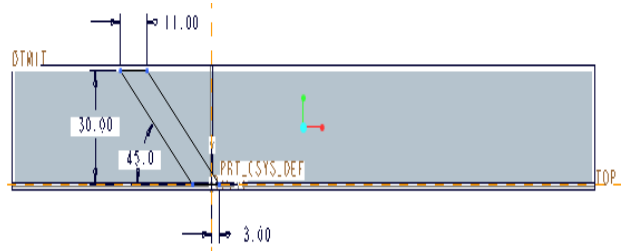

図 4-27 カッター・ホルダーのスケッチ
- ・ 先ず、「直線」ツールを選択して、前回材料除去した左 45° の傾斜面を上面から底面まで直線を描き底面の交点から、垂直な RIGHT 平面軸より、右側に 3mm の位置まで直線を描く。その位置から左斜面と平行な直線で戻り、最後に上面を左に戻り二つの平行線からなる菱形をスケッチする図 4-27 に示す。